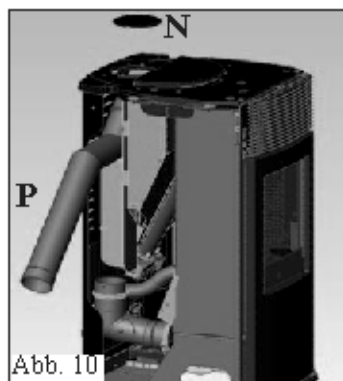

Abb. 10
- Den gusseisernen Deckel (N - Abb. 10) entfernen, der auf dem Top aufliegt, und das Rohr an der Seite des Ofens einsetzen (P - Abb. 10).